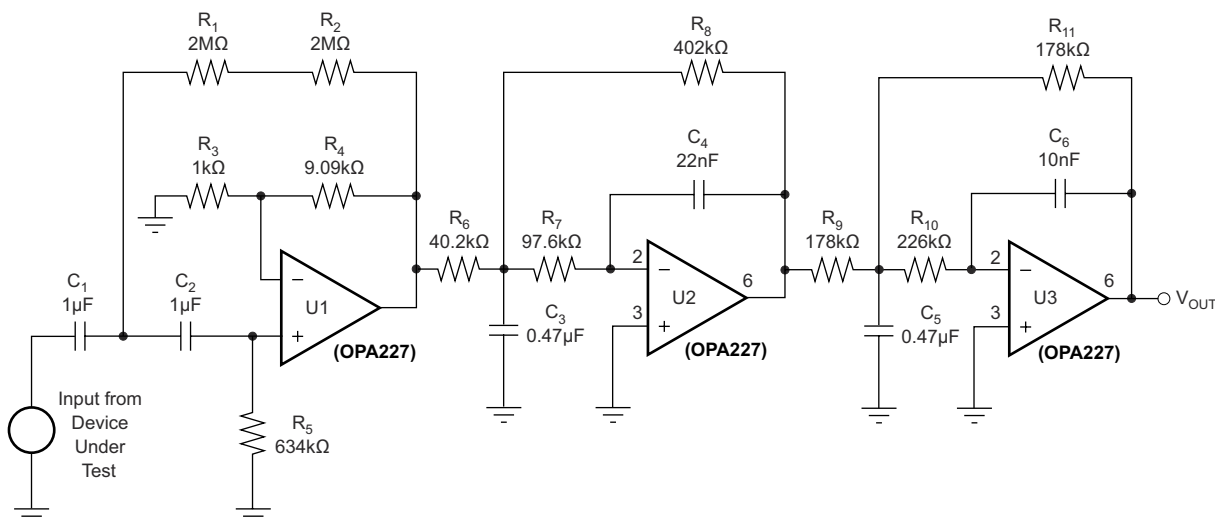
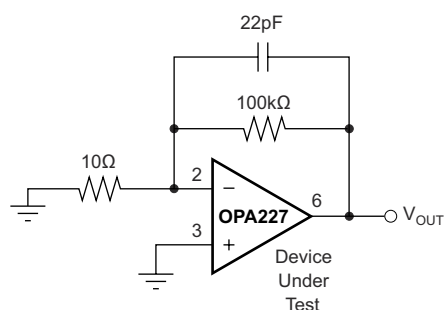

图 7-6. 使用 0.1Hz 至 10Hz 带通滤波器来测试 OPAx22x 系列的宽带噪声
图 7-7. 噪声测试电路
图 7-6 显示了用于测试 OPA227 和 OPA228 噪声的 0.1Hz 至 10Hz 带通滤波器。滤波器电路是使用德州仪器 (TI) FilterPro 软件 ( 可通过 [www.ti.com](http://www.ti.com) 获取 ) 设计的。图 7-7 显示了噪声测试所需的 OPA227 和 OPA228 配置。